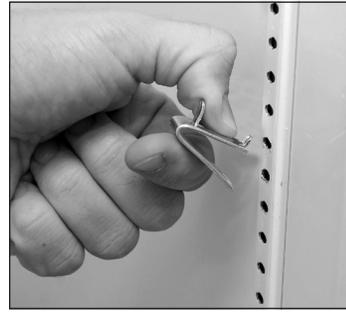

Fig. 6. Instalación de la lengüeta superior del gancho para estantes.
1. Sujete los ganchos para estantes en los montantes para estantes. Consulte la fig. 6.